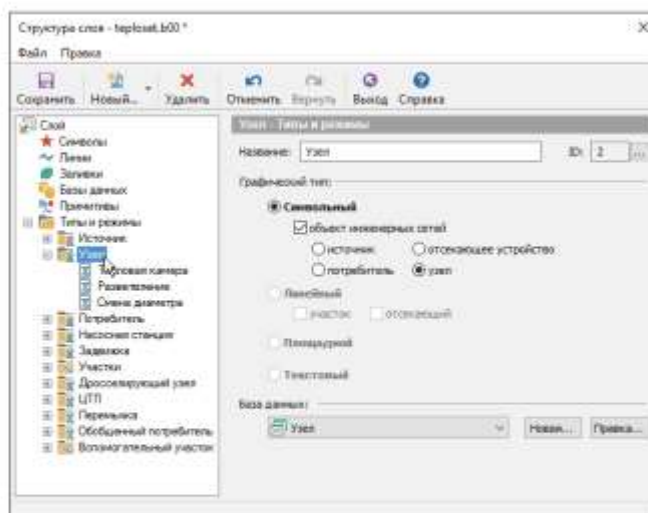

Рисунок 4.17. Создание нового режима
1. В дереве Типы и режимы щелчком левой кнопкой мыши выделите тип, для которого создается новый режим, например *Узел*. (смотрите Рисунок 4.17, «Создание нового режима»).